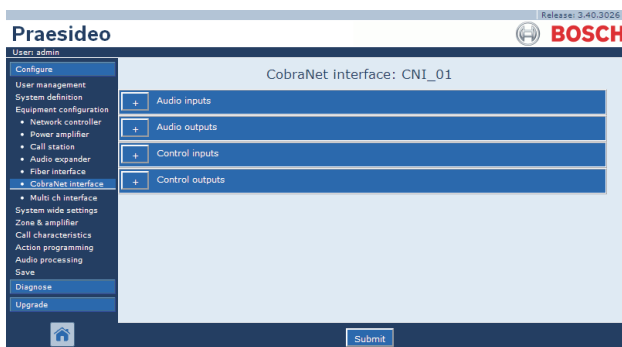

abbildung 44.39: Konfiguration der CobraNet-Schnittstelle, Schritt 2
- 2 Klicken Sie auf den Namen der zu konfigurierenden CobraNet-Schnittstelle. Im Mainframe der webbasierten Benutzeroberfläche erscheint ein Bildschirm, der dem in abbildung 44.39 ähnelt.